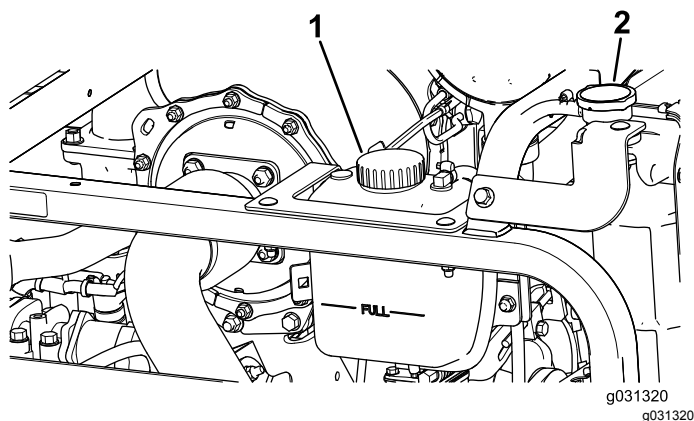

Рисунок 113
1. Осторожно снимите крышку радиатора и крышку расширительного бачка (Рисунок 113).
2. Проверьте уровень охлаждающей жидкости в радиаторе (Рисунок 113).